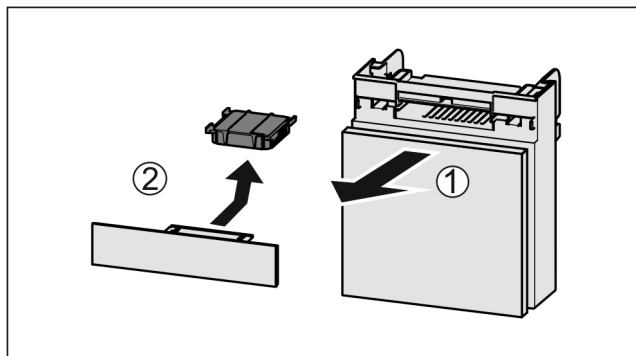

Fig. 128
- Pretinac izvucite Fig. 128 (1) prema naprijed.
- Izvadite filter s aktivnim ugljenom Fig. 128 (2).